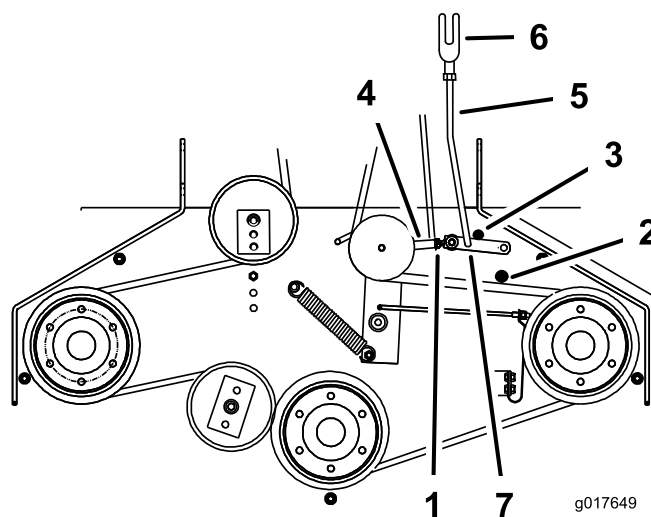

Figure 43
5. Vérifiez que le bras d'assistance est en appui contre la butée arrière sur le tablier (Figure 43).
7. Le bras d'assistance doit toucher la butée avant sur le tablier. Dans le cas contraire, réglez le levier coudé pour le rapprocher du gousset (Figure 43).
8. Pour ajuster la bielle du bras d'assistance, enlevez la goupille fendue du bras d'assistance (Figure 43).
11. Installez la bielle dans le bras d'assistance et fixez-la avec la goupille fendue (Figure 43).